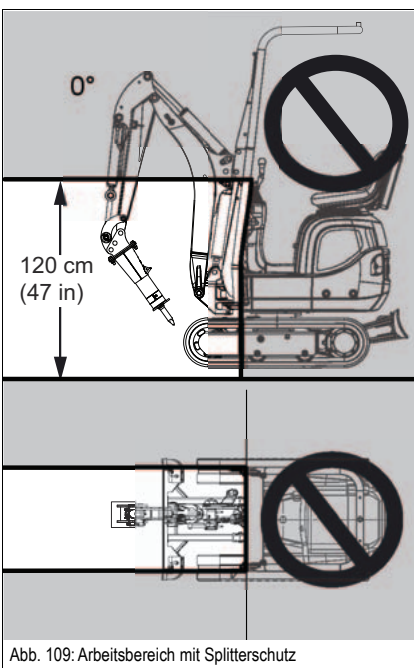

Abb. 109: Arbeitsbereich mit Splitterschutz
- Eingeschränkten Arbeitsbereich beachten (siehe Abb. 109).